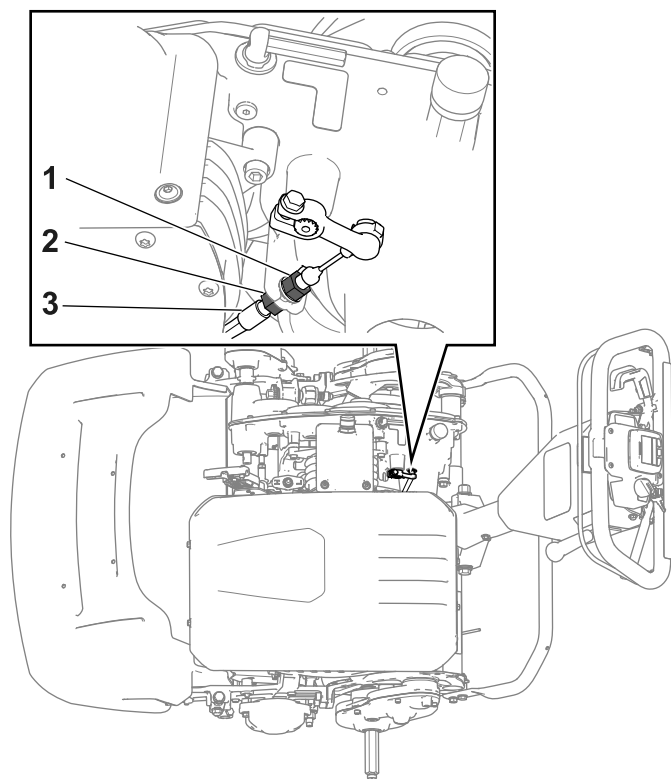

Figure 35
- Pour augmenter la tension du câble, desserrez l'écrou de blocage avant et serrez l'écrou de blocage arrière (Figure 35). Répétez l'opération 2 et ajustez la tension au besoin.
de blocage avant (Figure 35). Répétez l'opération 2 et ajustez la tension au besoin.